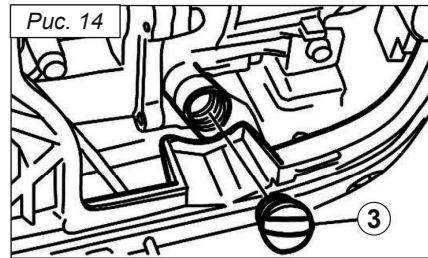

Рис. 14
3. Выкрутите пробку (3) заливной горловины и залейте необходимое количество моторного масла в картер двигателя (рис. 14).